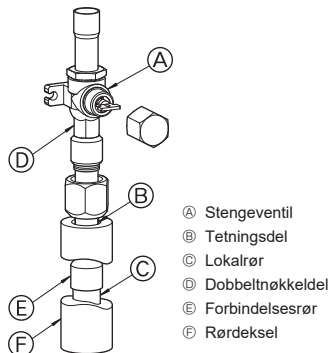

Fig. 4-3
- Ⓒ Bruk følgende fremgangsmåte for tilkopling av rør på gassiden. (Fig. 4-3)